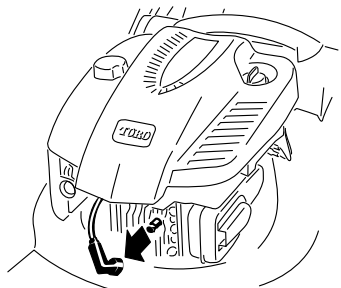

Figure 21
2. Débranchez la bougie (Figure 21) avant de procéder à un quelconque entretien.